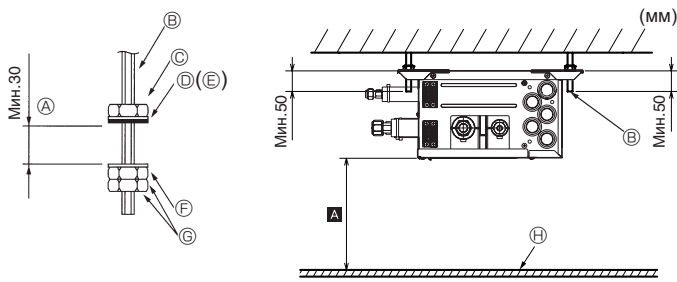

Fig. 6-1
- Наденьте прокладки и гайки (1, 2, приобретаются на месте) на подвесные болты. (Fig. 6-1)